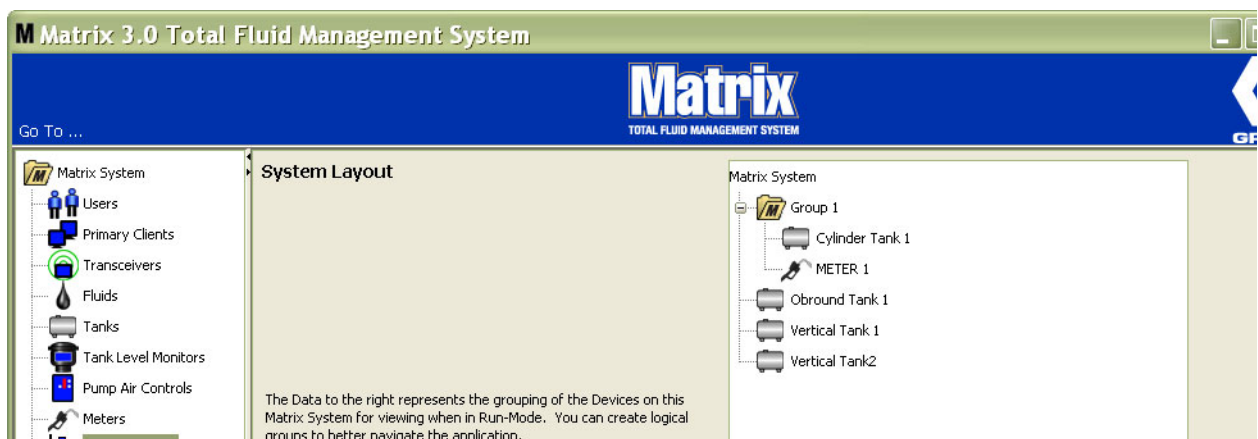

FIG. 132
12. Wanneer u de groepsmappen hebt gewijzigd of aangemaakt, klikt u op OK om het scherm te sluiten en de wijzigingen op te slaan. De groep(en) die u hebt aangemaakt, worden weergegeven in de kolom van het Matrix-systeem (FIG. 132).